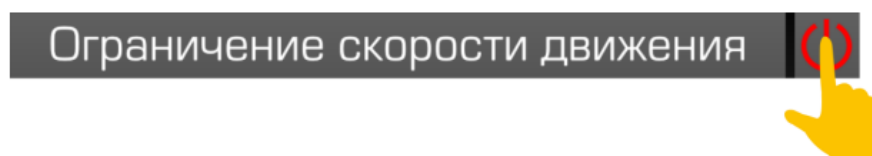

Рисунок 3.74. Ограничения скорости на дисплее
- ▶ Однократно нажать на кнопку на дисплее, рис. 3.74.